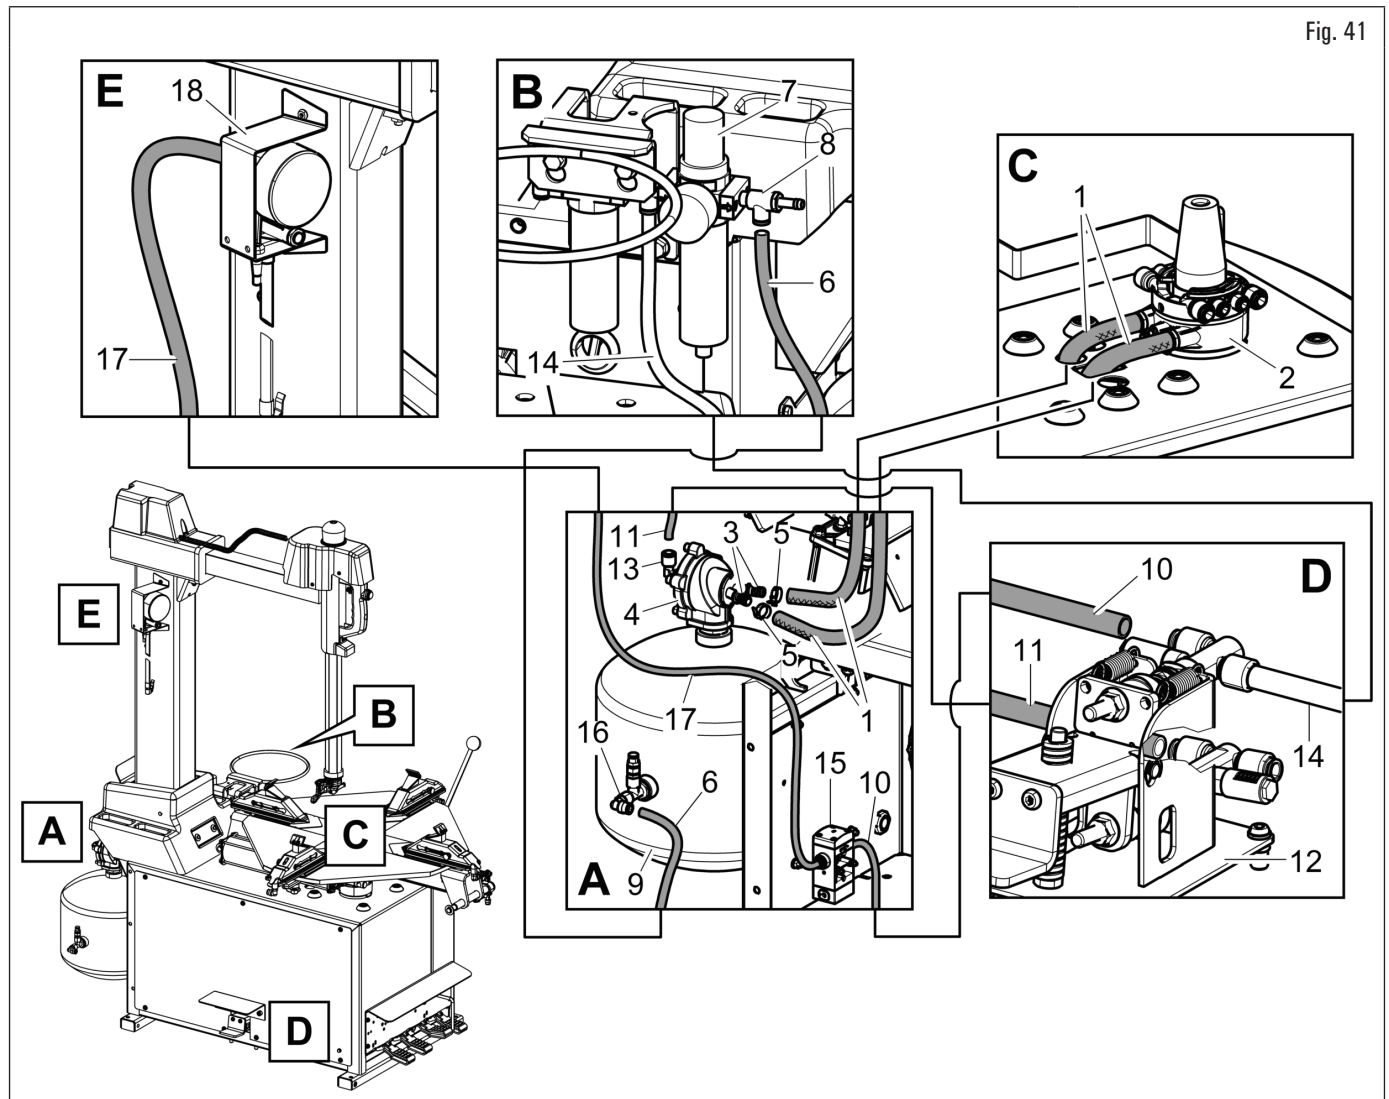

Fig. 41
2. connecter les tuyaux flexibles (Fig. 41 réf. 1) pre-montés sur le distributeur rotatif (Fig. 41 réf. 2) du mandrin, sur les porte-tuyau (Fig. 41 réf. 3) de la soupape (Fig. 41 réf. 4). Fixer les tuyaux (Fig. 41 réf. 1) avec les colliers prédisposés (Fig. 41 réf. 5) ;
3. connecter le tuyau (Fig. 41 réf. 14) provenant du filtre réducteur lubrificateur (Fig. 41 réf. 7) au pédalier (Fig. 41 réf. 16) ;
4. brancher le tuyau (Fig. 41 réf. 11) provenant de la soupape inférieure du pédalier (Fig. 41 réf. 16) au raccord (Fig. 41 réf. 13) de la vanne de soufflage (Fig. 41 réf. 4) ;
5. connecter le tuyau (Fig. 41 réf. 6) au raccord à T (Fig. 41 réf. 8) et au raccord (Fig. 41 réf. 16) qui se trouve sur le système de gonflage Tubeless (Fig. 41 réf. 9) ;
6. connecter le tuyau (Fig. 41 réf. 10) provenant de la soupape (Fig. 41 réf. 15) au pédalier (Fig. 41 réf. 12) ;
7. brancher le tuyau (Fig. 41 réf. 17) provenant de la soupape (Fig. 41 réf. 15) à l'ensemble de gonflage (Fig. 41 réf. 18) ;